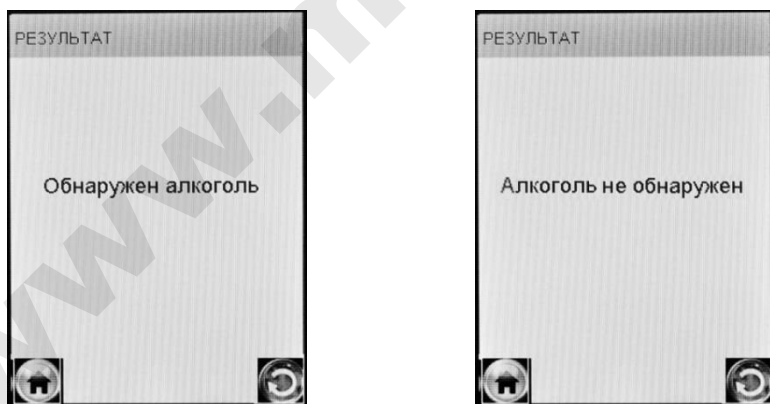

Рисунок 24 – Результаты теста в режиме скрининга
2.11.6 В зависимости от результата тестирования на экране анализатора появляется одно из двух сообщений (рисунок 24).